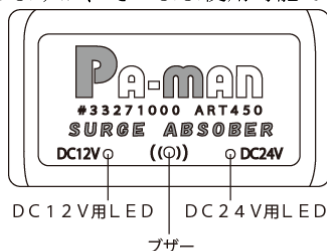

図 3
- ③ バッテリー電圧に応じ、本商品のDC 12V用またはDC 24V用のLEDが点灯することを確認してください（図3参照）。尚、著しく消耗したバッテリーに本商品を接続すると、バッテリー電圧を認識できず、本来とは異なるLEDが点灯しますが、そのまま使用可能です。